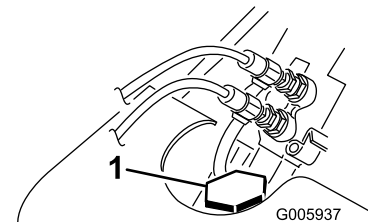

Bild 15
- Schrauben Sie den Kühlerfülldeckel ab und prüfen Sie den Kühlmittelstand (Bild 15).